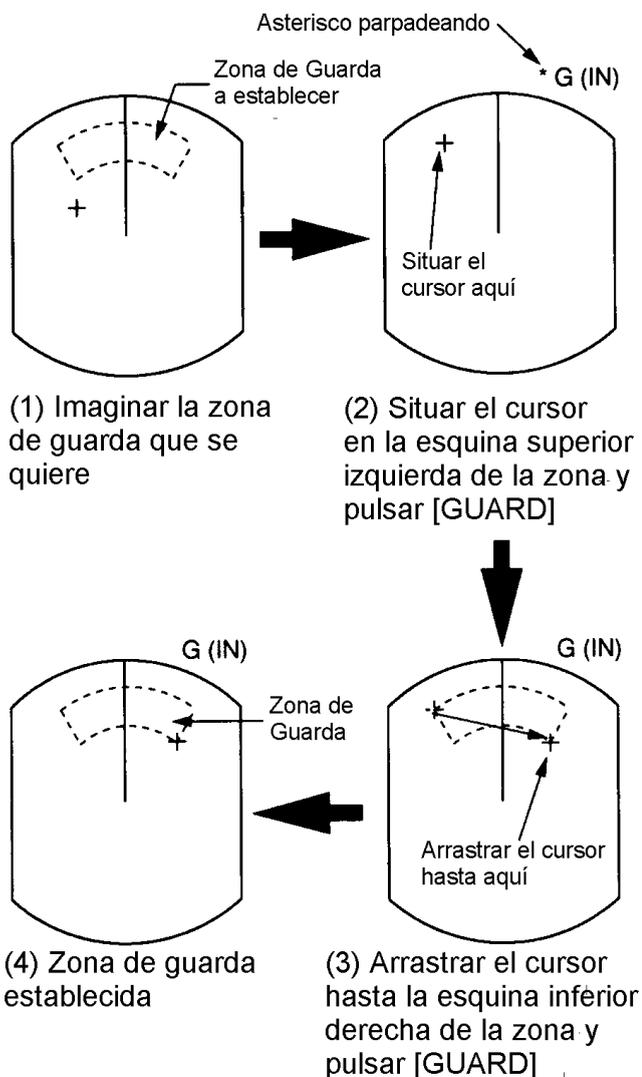

Figura 2-15 Como establecer la zona de guarda
1. Imaginar la zona a establecer. Ver la Figura 2-15 (1).
2. Situar el cursor en la esquina inferior (superior) izquierda de la zona y pulsar [GUARD]. En la esquina superior derecha de la pantalla aparece *G (IN) (o G OUT), con el asterisco intermitente, lo cual indica que la zona está parcialmente establecida. Ver la Figura 2-15 (2).
3. Situar el cursor en la esquina superior (inferior) derecha de la zona y pulsar la tecla [GUARD]. El asterisco desaparece. Ver Figura 2-15 (3).
4. La zona de guarda establecida aparece en la pantalla. Ver Figura 2-15 (4).